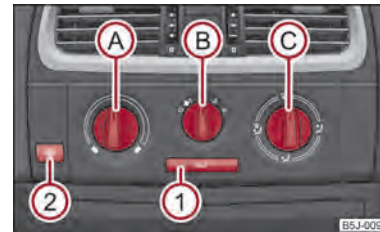

Fig. 74 Încălzirea: Elementele de comandă
Admisia aerului prin fiecare gură de ventilație se reglează de la regulatorul C ⇒ fig. 74. Gurile de ventilație 3 și 4 se pot deschide și închide separat.
- Rotiți regulatorul rotativ A ⇒ fig. 74 spre dreapta pentru a mări temperatura.
- Elementele de comandă (A), (B), (C) și tasta ① ⇒ fig. 74.
- Apăsați tasta  ① ⇒ fig. 74, lampa de control din tastă se aprinde.
- Apăsați din nou tasta  ①, lampa de control din tastă se stinge.
Când regulatorul (C) se află în poziția  ⇒ fig. 74, recircularea aerului este oprită automat. Prin apăsarea repetată a tastei  puteți porni recircularea aerului și în această poziție.